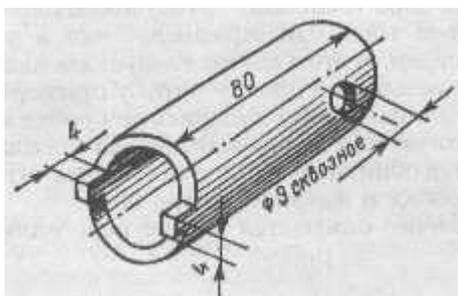

Рис. 108. Ключ для гайки чашки подшипника рулевой колонки
2. Специальным ключом (рис. 108), имеющим внутренний диаметр 26 мм, наружный диаметр 32 мм, отвинтить гайку крышки подшипника и опустить ось рулевой колонки вместе с нижним мостиком вниз.